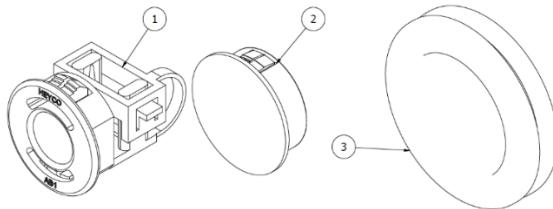

Figure 10 - Œilletts et décharges de traction de la batterie thermique Thermino
- Retirer les œillets en caoutchouc correspondants (pièce 3, Figure 10) dans le boîtier extérieur et découper leur centre (en croix) à l'aide d'un couteau. Ré-installer les œillets découpés. Ne pas effectuer la découpe à l'état monté au risque d'endommager le PIV.
- (Consulter Figure 10) Déplacer les raccords de décharge de traction par câble (1) sur le côté souhaité pour créer les entrée/sorties. Couvrir tous les autres trous du boîtier à l'aide des œillets d'obturation fournis (2).